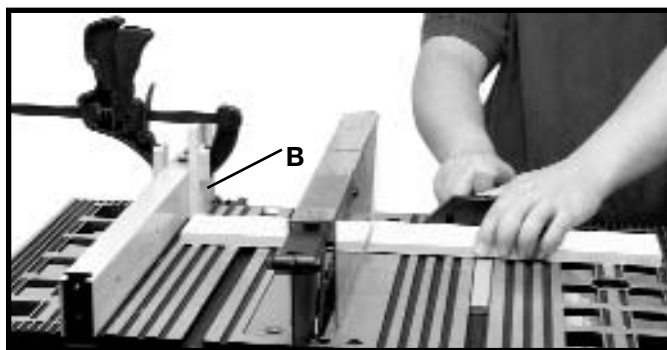

Fig. 39B
Pour tronçonner plusieurs pièces de même longueur, fixer un bloc de bois (B) fig. 39B sur le guide et l'utiliser comme jauge de coupe, comme le montre la figure 39B. Il est important de toujours positionner ce bloc de bois devant la lame de la scie comme indiqué. Après avoir déterminé la longueur de coupe, fixer solidement le guide et utiliser la jauge à onglet pour acheminer la pièce de coupe. Ce bloc de bois permet à la pièce découpée de se déplacer librement le long de la surface de la table sans se coincer entre le guide et la lame de scie, réduisant ainsi la possibilité d'effet de rebond et de blessure pour l'opérateur.
⚠ ATTENTION EN UTILISANT LE BLOC (B) FIG. 39B, COMME GUIDE DE COUPE, IL EST TRÈS IMPORTANT QUE L'EXTRÉMITÉ ARRIÈRE DU BLOC SOIT PLACÉE POUR QUE LA PIÈCE DÉGAGE LE BLOC AVANT SON CONTACT AVEC LA LAME.